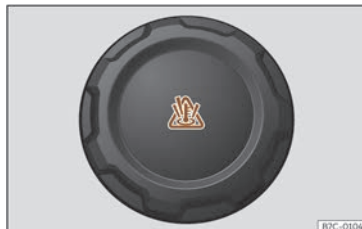

Fig. 194 Vano delantero: tapón del depósito de expansión del líquido refrigerante.
- El depósito de expansión del líquido refrigerante del motor se reconoce por el símbolo que hay sobre la tapa 📖 >>> **fig. 194**